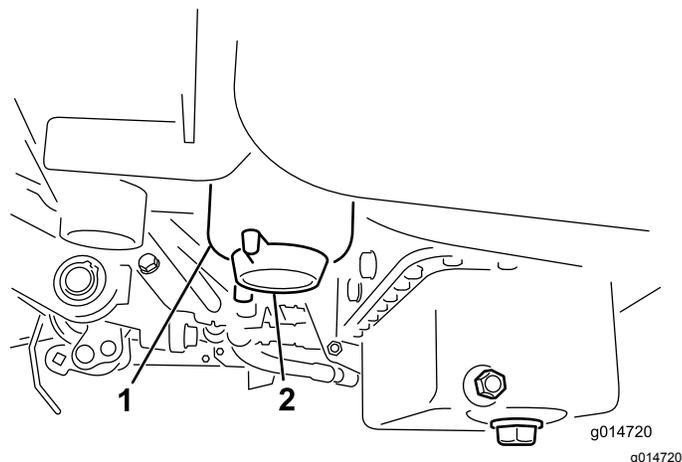

Рисунок 33
2. Очистите область крепления стакана фильтра (Рисунок 33).
4. Откройте сливную пробку фильтра (Рисунок 33).